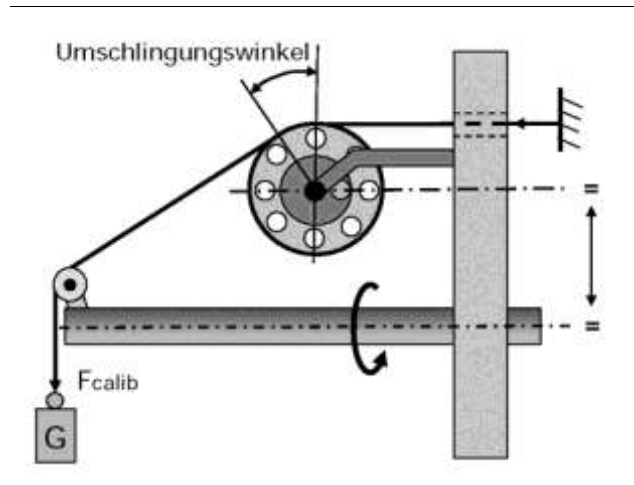

Bild 13: Kalibrierung der Messrolle
den tatsächlichen Gegebenheiten in der Maschine Rechnung trägt (siehe **Bild 13**). Falls der Materialzug in der Maschine nicht mit dem Gewichtsverfahren nachgebildet werden kann (z.B. aus Platzgründen), kann die Verstärkung wahlweise mit dem „FMS-Calculator“ berechnet und in dem Parameter „Verstärkung“ eingeegeben werden. Der FMS-Calculator kann von der FMS Webseite heruntergeladen werden.
2. Materialzug durch die Gewichtskraft „G“ an Kraftmessrolle anlegen. Es ist wichtig, dass der tatsächliche Materialverlauf in der Maschine nachgebildet wird (siehe **Bild 13**).